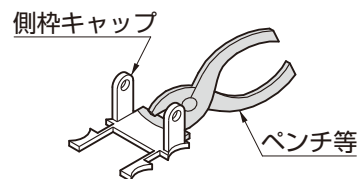

図3-5 丸柱の場合
- 丸柱の場合は、ペンチ等でスリットの部分から切り取ってください。（図3-5参照）